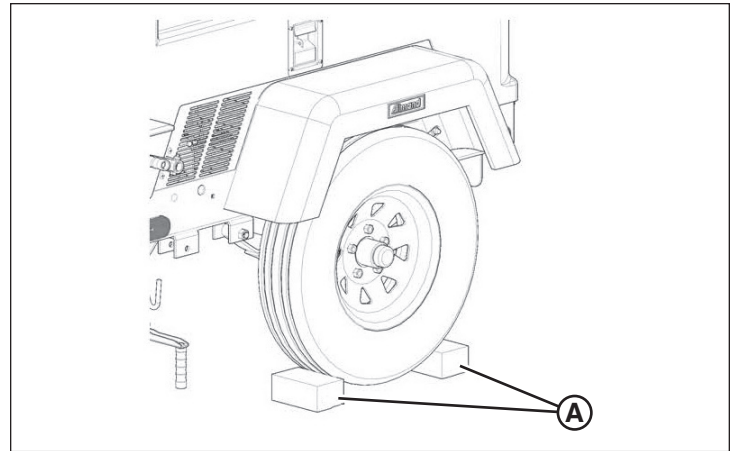

Figura 11
2. Bloquee las ruedas de cada lado con una cuña para ruedas adecuada (A, Figura 11).